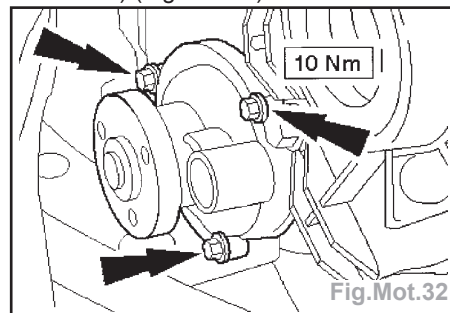

Fig.Mot.32
- Déposer la pompe à eau (la poulie de vilebrequin n'est pas illustrée pour plus de clarté) (Fig.Mot.32).